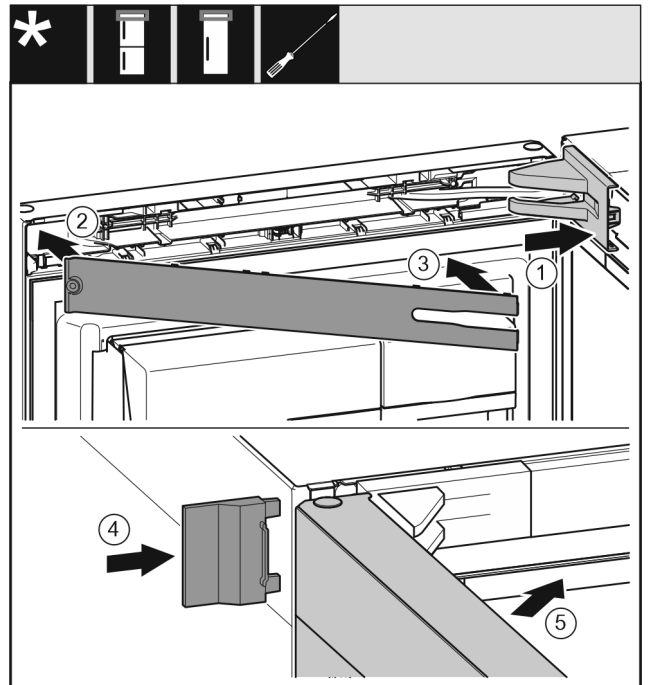

Fig. 22
- ▶ Założyć osłonę płytki zawiasu i zażebić, ew. ostrożnie odsunąć. Fig. 22 (1)
- ▶ Założyć zaślepkę. Fig. 22 (2)
- ▶ Przechylić i zażebić zaślepkę. Fig. 22 (3)
- ▶ Wsunąć zewnętrzną osłonę. Fig. 22 (4)
- ▶ Zamknąć górne drzwi. Fig. 22 (5)